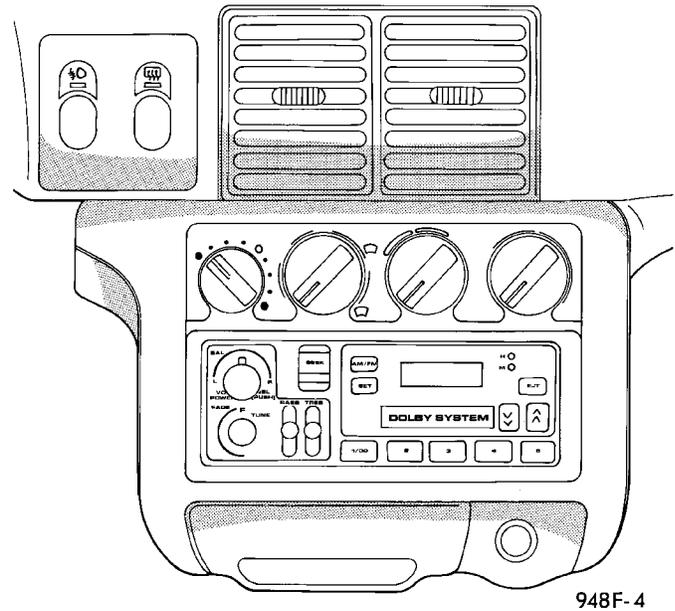

Fig. 6 Center Module Bezel
(1) Remove center module bezel (Fig. 6).